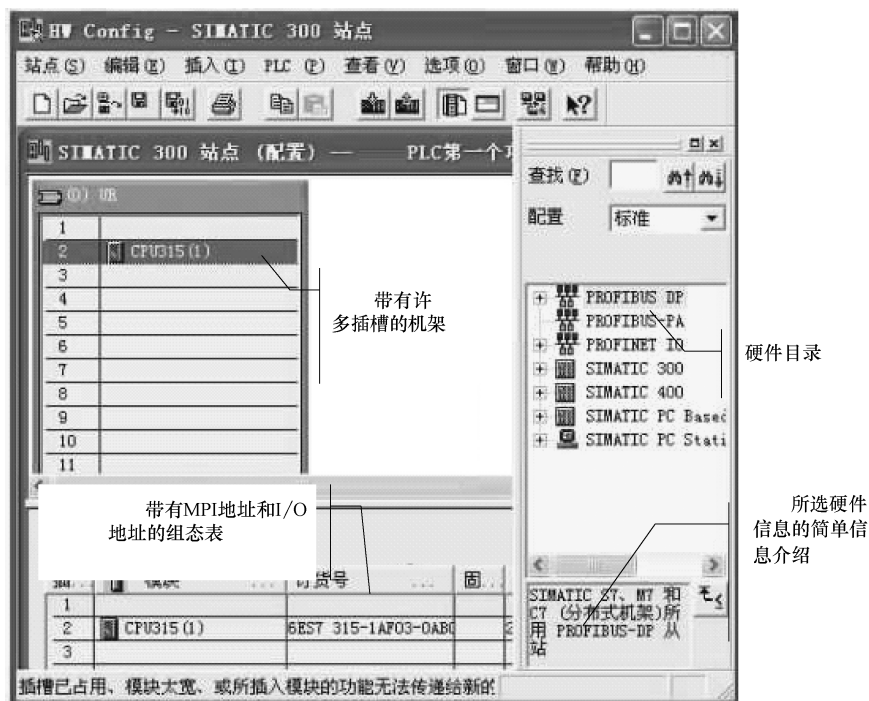
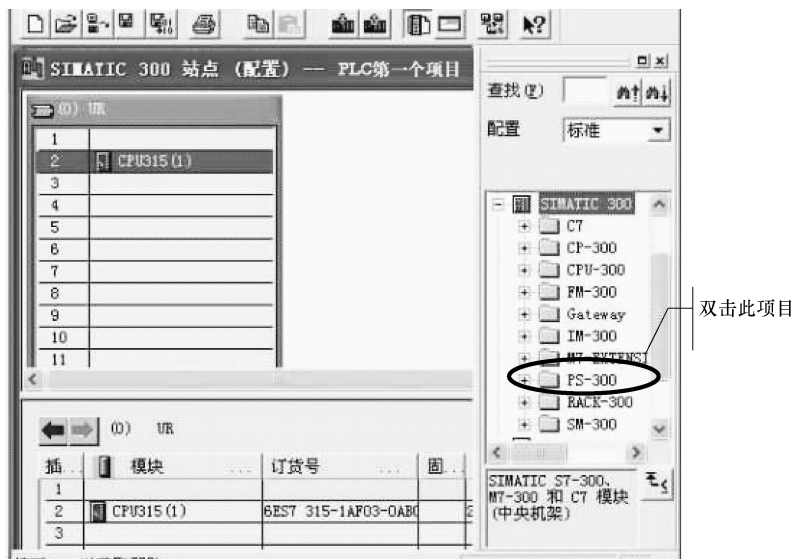

图 3-12 配置中央机架
图 3-13 S7-300 的硬件目录
1) 在新建立的项目中，如图 3-10 所示，单击“SIMATIC 300 站点”，右边自动弹出硬件“”和 CPU“”的图标，双击“”硬件符号，将自动弹出配置机架（HW Config）的画面，如图 3-12 所示。
2) 在图 3-12 所示的配置中央机架画面中，将创建项目时所选择的 CPU 显示出来，对于“PLC 第一个项目”是 CPU 315。现在准备组态电源及所需要的模块，本例选用 PS 307 2A 电源、SM321 DI32xDC24V 输入模块及 SM322 DO32xDC24V/0.5A 输出模块。
3) 在图 3-12 所示的配置中央机架组态画面中，双击硬件目录中“SIMATIC 300”，打开 S7-300 的硬件目录，如图 3-13 所示。
4) 在图 3-13 所示 S7-300 的硬件目录画面中，双击“PS-300”电源目录，找到 PS 307
5) 在图 3-13 所示的 S7-300 的硬件目录画面中，双击“SM-300”打开 I/O 模块目录，
6) 在图 3-13 所示的 S7-300 的硬件目录画面中，双击“SM-300”打开 I/O 模块目录，在 I/O 模块目录中双击“DO-300”打开数字输出模块目录，找到 SM 322 DO32xDC24V/0.5A，然后将该模块拖放到插槽 5 的位置，如图 3-16 所示。